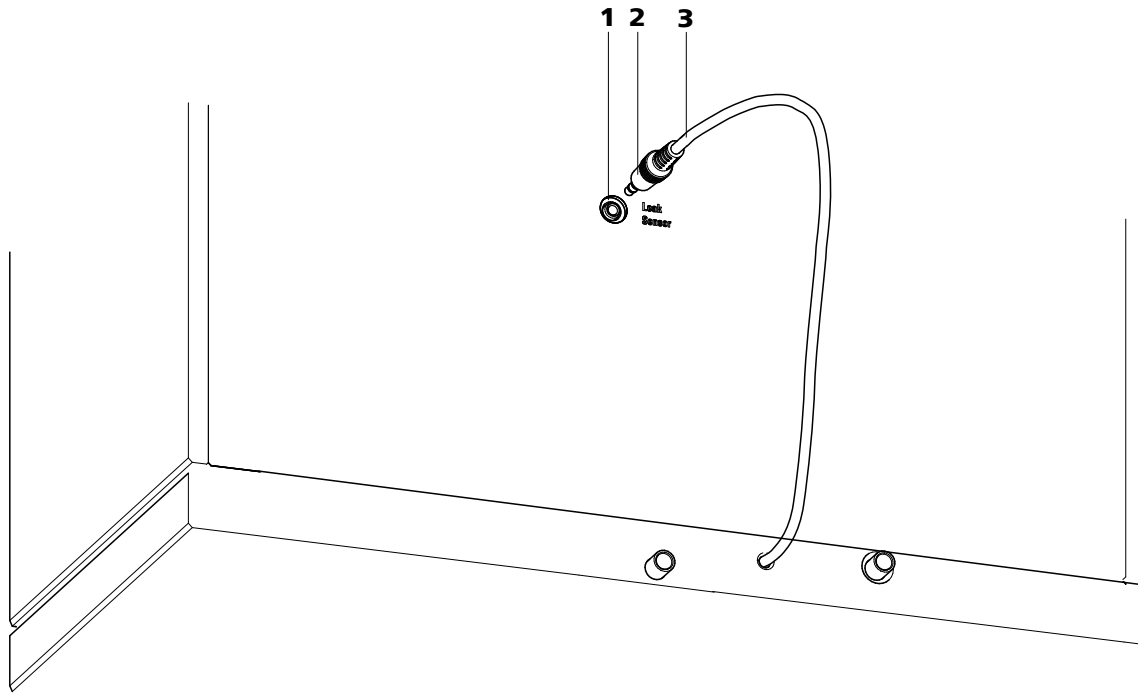

Abbildung 6 Anschluss des Lecksensors an der Geräterückseite
**1** Lecksensor-Anschlussstecker (6-2) in die Lecksensor-Anschlussbuchse (6-1) auf der Geräterückseite (siehe Abbildung 6, Seite 20) einstecken.